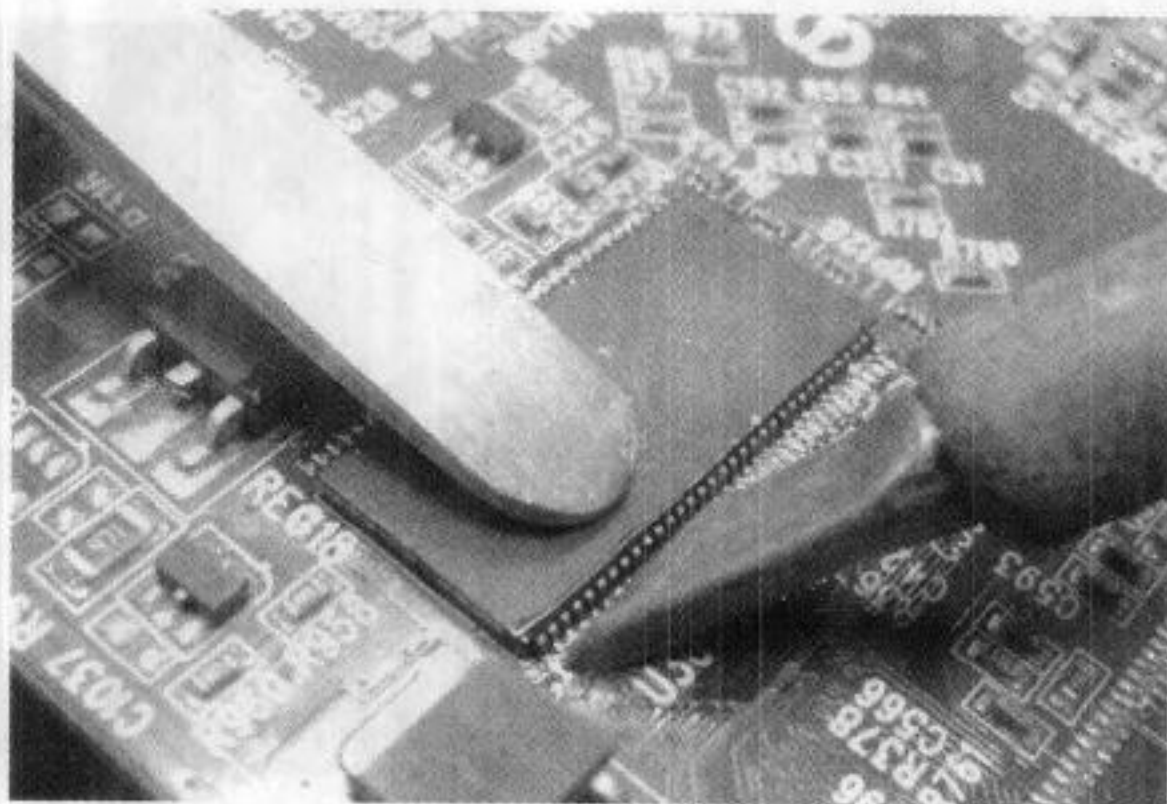

图 4-17 开始焊接
(6) 用镊子轻压芯片，使用烙铁按照一定方向开始焊接引脚，如图 4-17 所示。